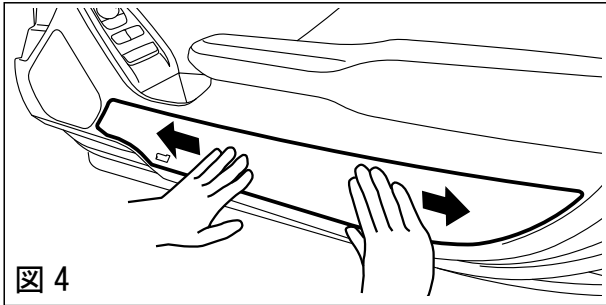

図 4
- 3) マスキングテープを外し、もう一度全体を十分に圧着します。(図4)